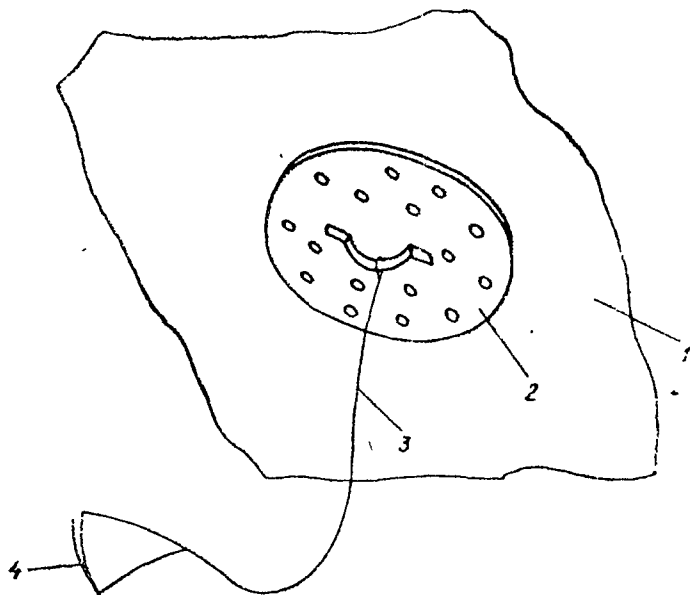

Рис. 4.23. Приспособление для вытяжки вмятин на воздухозаборнике:
1. Вмятины на обшивке лобовых кромок воздухозаборника, изготовленных из материала АМц, при отсутствии по их границам резких переходов вытягивайте при помощи приспособления, представляющего собой накладку с тросом и рукояткой (рис. 4.23). Приспособление позволяет исправлять вмятины на плоских участках обшивки из АМц. Вытягивайте вмятины следующим образом: